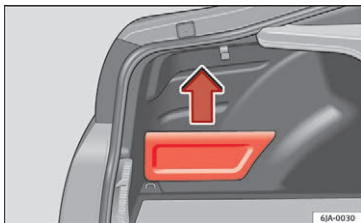

Fig. 158 Bagagerum: opbevaringsrum
– Grib fat i afdækningens overside, og træk den af i pilens retning » **Fig. 158**.